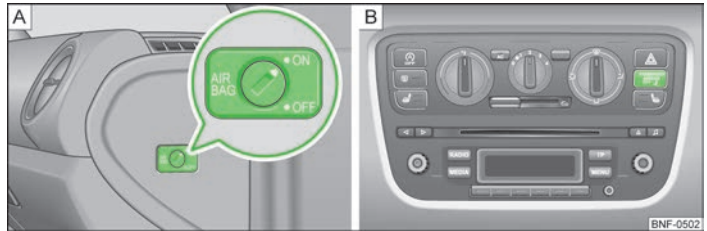

Bild 86 Nyckelbrytare/Kontrollampa
- Den fränkopplade airbagen visas genom att kontrolllampan **PASSENGER AIR BAG OFF**  i instrumentbrädans mittdel tänds » bild 86 på sidan 80 - [\[B\]](#).
- Vrid med nyckeln skåran på nyckelbrytaren till position **OFF** » bild 86 - [\[A\]](#).
- Kontrollera, vid tillslagen tändning, att kontrollampan **PASSENGER AIR BAG OFF**  för airbag i instrumentbrädans mittdel lyser » bild 86 - [\[B\]](#).
- Vrid med nyckeln skåran på nyckelbrytaren till position **ON** » bild 86 - [\[A\]](#).